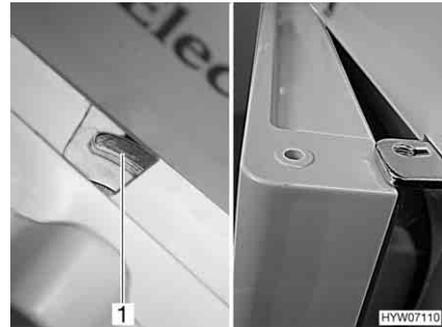

Bild 155 Kühlschranktür in Lüftungsstellung (Dometic 7er-Reihe)
- Verriegelung ganz nach rechts schieben. Die Kühlschranktür ist mit Hilfe der Türarretierung (Bild 155,1) fixiert. Die Kühlschranktür bleibt damit leicht geöffnet (Bild 155).